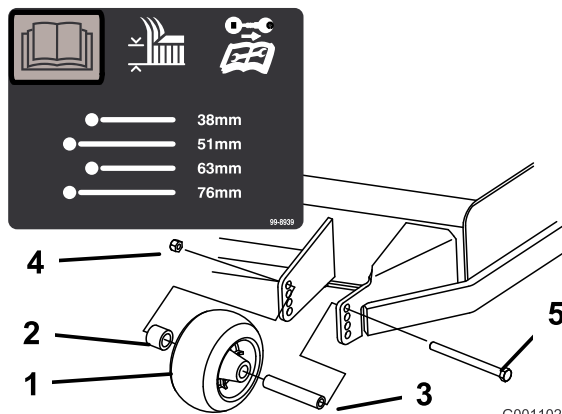
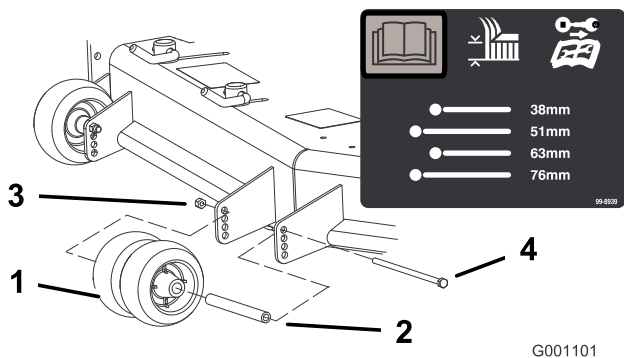
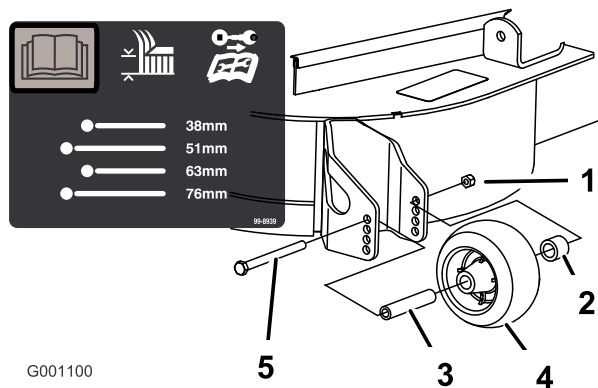

Figura 20
Figura 21
Figura 22
- Después de ajustar la altura de corte, ajuste los rodillos retirando la tuerca con arandela prensada, el casquillo, el espaciador y el perno (Figura 20, Figura 21, y Figura 22).
Nota: Los dos rodillos centrales no tendrán espaciador (Figura 21).
- Instale la tuerca con arandela prensada, el casquillo, el espaciador y el perno. Apriete a 54-61 Nm (Figura 20, Figura 21 y Figura 22).